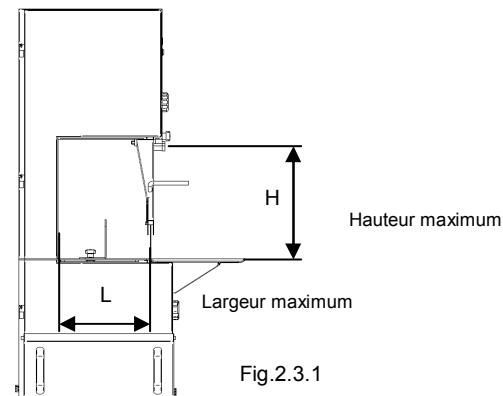

Fig.2.3.1
2.3 - Dimensions maximum du morceau à découper (Fig. 2.3.1)